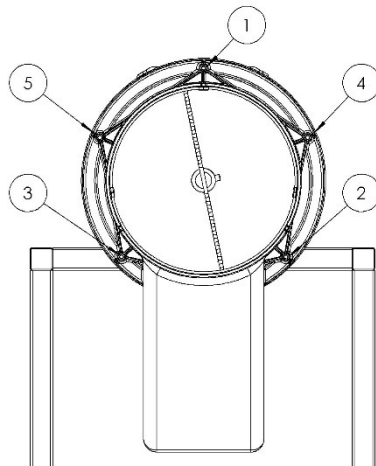

Fig. 4
- 4) Ziehen Sie die Verriegelungsschrauben der Brechkammer in der gezeigten Reihenfolge fest. Bild 4